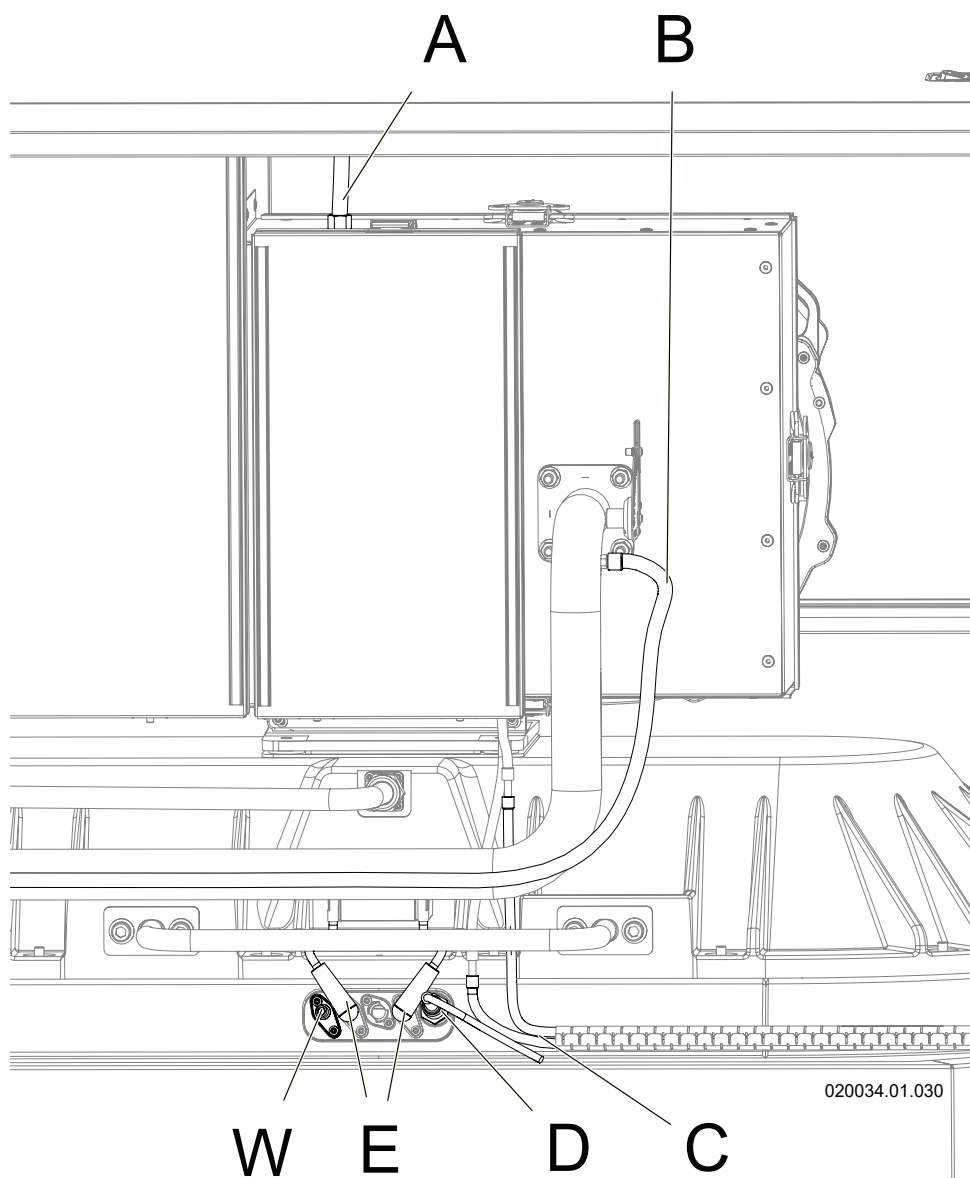

Figura 8-7 - Rimozione dei collegamenti dal gruppo aspirazione aria
- 3.-fare riferimento alla Figura 8-7 e scollegare: